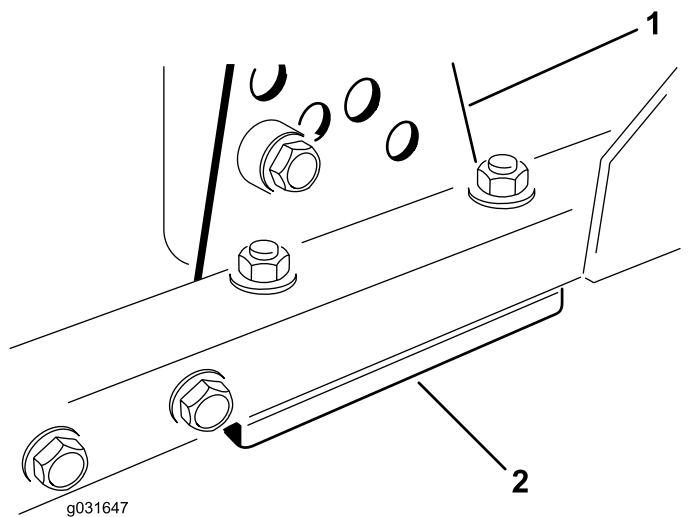

图 71
1. 从滚刀组架上拆除剪草高度支架（前、左或右）（图 71）。
2. 在滚刀组架与剪草高度支架之间增、减 1.5mm 薄垫片和/或 0.7mm 薄垫片，以达到所需的剪草高度设置（图 71）。
3. 安装剪草高度支架到滚刀组架，剩余薄垫片集中放到剪草高度支架的下方（图 71）。